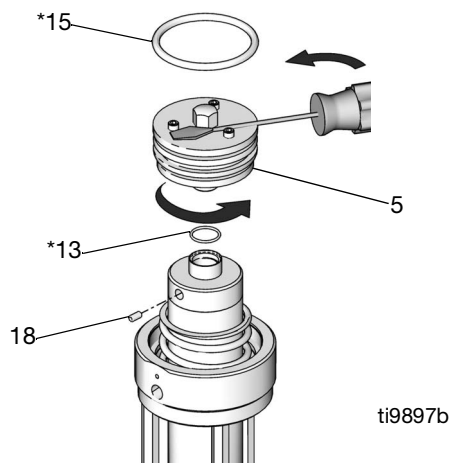

FIG. 11: Valvola dell'aria della serie A
3. **Esclusivamente per motori pneumatici della serie A:** allentare la vite di regolazione (18) e svitare la valvola pneumatica (5). Se necessario per facilitare la rotazione, infilare un cacciavite tra le teste delle viti e il cappuccio esagonale della valvola pneumatica (5). Rimuovere gli articoli 5, 13, 15 e 18. Vedere FIG. 11.